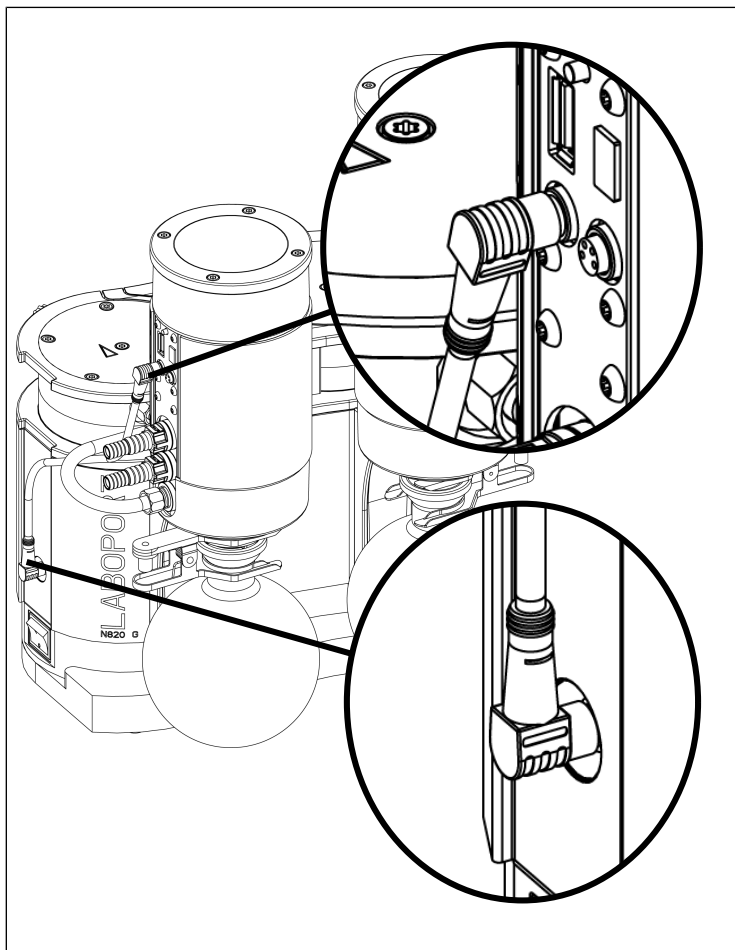

Fig.7: Conexión del cable de señal
1. Conectar el cable de señal a la bomba (ver Fig. 3/7) y al separador (Fig. 23/3) (ver Fig. 7).
- i** Prestar atención a la correcta orientación del cable de señal en el separador (ángulo de 30°; ver Fig. 7).